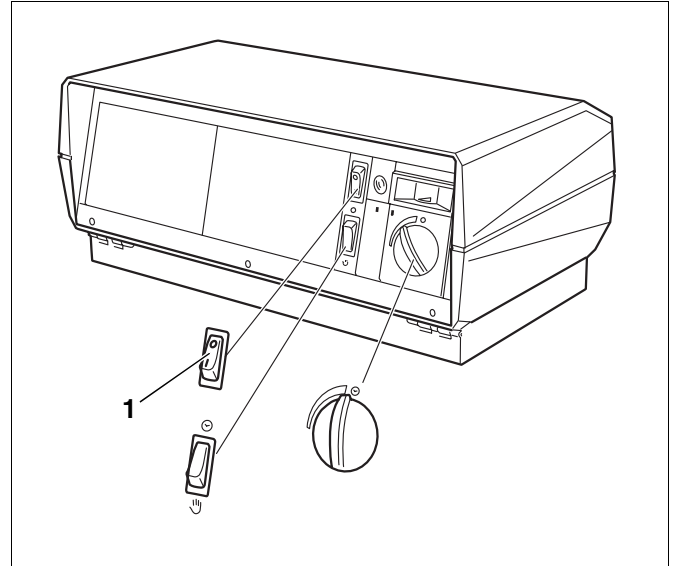

Abb. 69 Regelgerät
- Betriebsschalter (Abb. 69, **Pos. 1**) am Regelgerät in die Stellung „0“ (AUS) schalten.